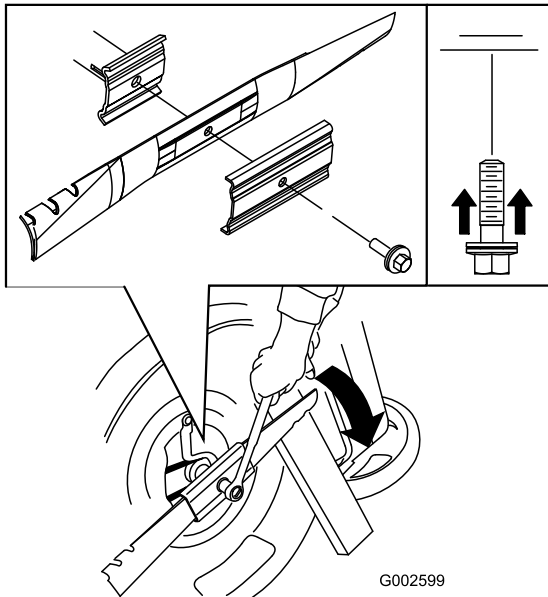

Рисунок 28
5. Установите новый нож (поверните болт крепления ножа по часовой стрелке) и все крепежные приспособления (Рисунок 28).